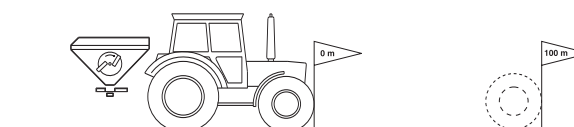

Fig. 23
1. Mät upp en mätsträcka på exakt 100 m på fältet. Markera början och slut på mätsträckan (Fig. 23).